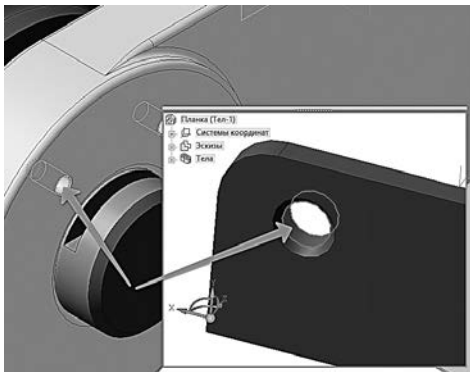

Рис. 38. Выбор элементов деталей «Вилка» и «Планка» для сопряжения «соосность»
2.5.3 Наложите сопряжение **Соосность**  между левой парой цилиндрических поверхностей на *Вилке* и на *Планке* (рис. 38).